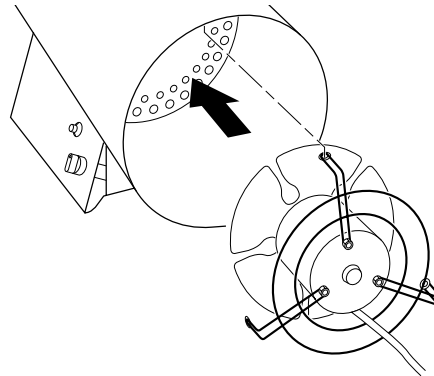

Figure 13 - Remise en place du moteur et de la grille du ventilateur
9. Mettre le moteur et la grille de protection du ventilateur en place dans l'arrière du corps de l'appareil. Vérifier que le cordon d'alimentation est placé correctement (voir la figure 13).